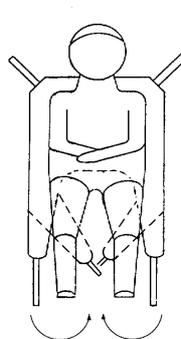

Abb. 5
- Dann, Gurtlaschen von außen nach innen unter die Oberschenkel legen; dazu können die Beine leicht angewinkelt werden (Abb. 5).